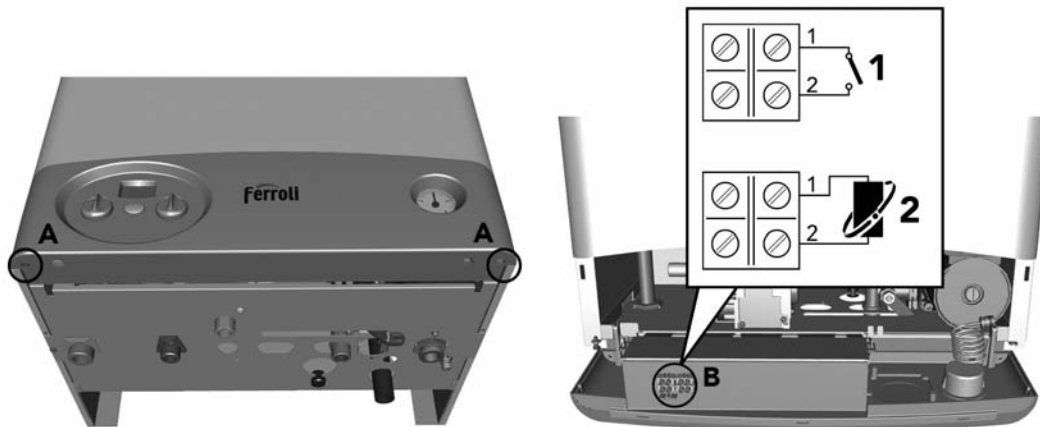

fig. 8 - Доступ до коробки з затисками
Щоб дістатися до коробки з затисками, у якій приєднується кімнатний термостат дет. 1 fig. 8 або дистанційний програмувальний хроностат дет. 2 fig. 8, виконайте наступні операції:
1. Вигвинтіть два гвинта "А" (fig. 8)
3. Поверніть панель приладів (fig. 8)
Тепер можна дістатися до коробки затисків "В" (fig. 8)